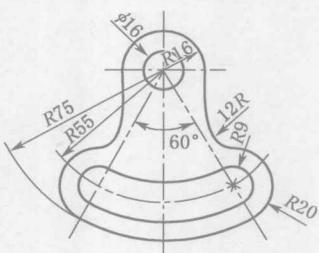
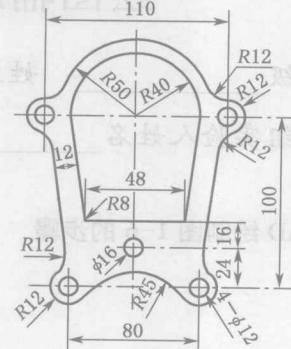

图 1-6
图 1-9
- (6) 用 AutoCAD 绘制如图 1-6~图 1-9 所示图形, 注意精确作图。
1 用 AutoCAD 绘制图 1-6 的步骤